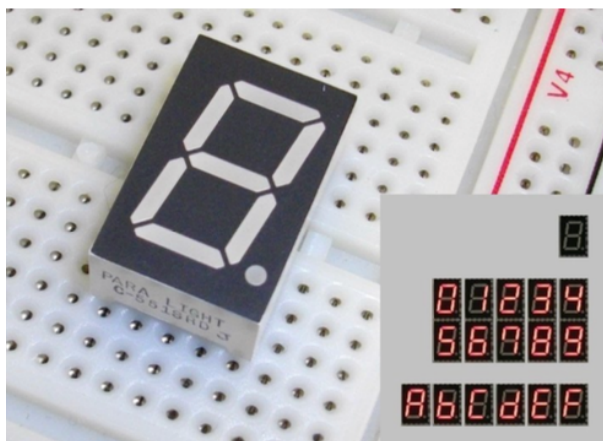

図 4: LED アレイ
1.2 図 4 の電子部品（LED アレイ C-551SRD）を次のような点から調べなさい。